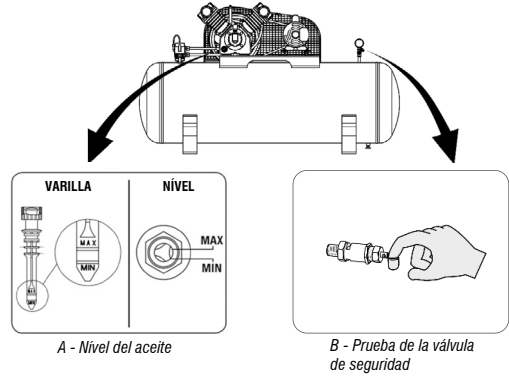

Fig. 15 – Procedimiento de arranque
- Verifique el nivel de aceite, que deberá estar en el centro del visor de nivel (Fig. 15).
- Verifique o funcionamiento da válvula de segurança Fig 15 - B).